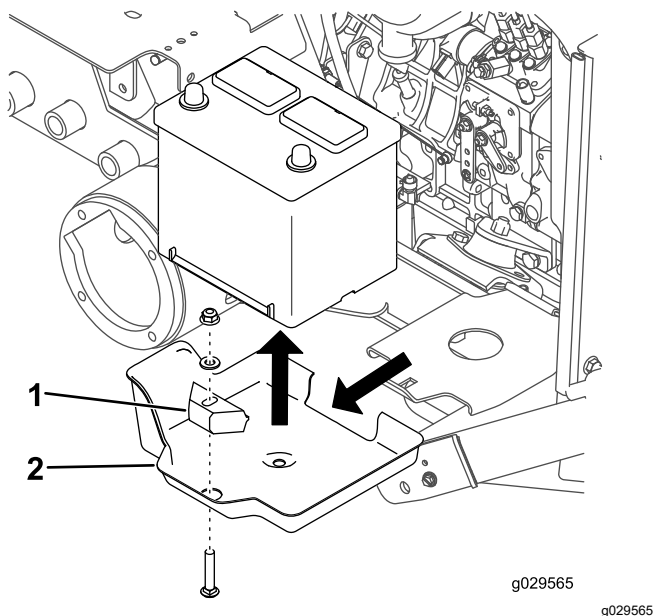

Figura 23
3. Rimuovete il bullone a testa tonda, la rondella, il dispositivo di fissaggio e il dado che fissano la batteria (Figura 23).
4. Rimuovete la batteria dalla relativa cassetta (Figura 23).
5. Staccate la cassetta della batteria dalla relativa base (Figura 23).